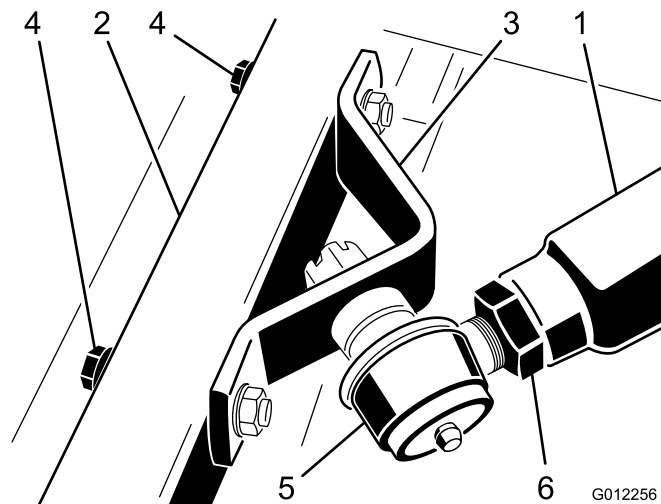

Figura 22
unidad de corte (Figura 22). Ahora y con cuidado, la otra persona puede dejar que el brazo de empuje se desplace hacia arriba, lo que aliviará gradualmente la tensión de 45 kg del muelle.
3. Haga que otra persona haga presión hacia abajo con cuidado sobre el brazo de empuje derecho hasta que los taladros del soporte de la articulación esférica estén alineados con los taladros del brazo de la rueda giratoria (Figura 22).